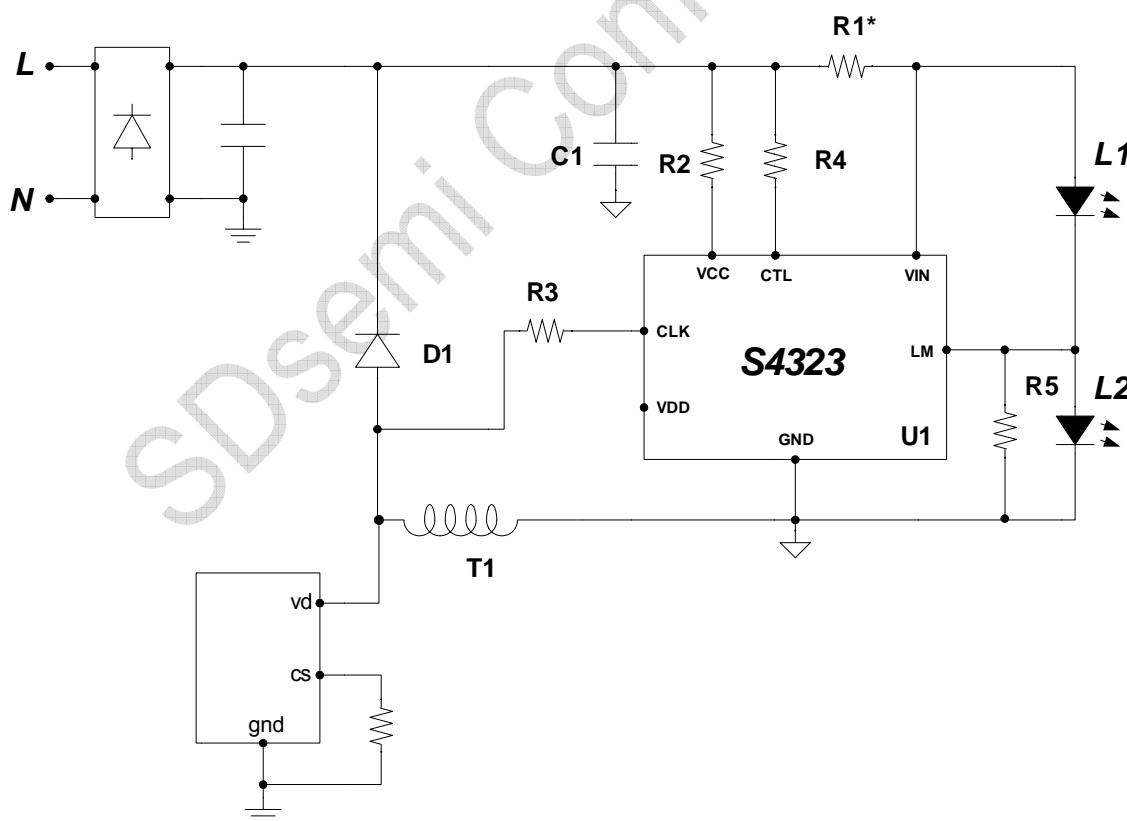

图1 S4323S/RS典型应用图
开关管 K1 的驱动电流为 100uA 左右，耐压为 400V，最大导通电流 0.3A。如图 1 所示，R4 为开关管 K1 的驱动电阻。
- 1) 应用中必须先接好 LED 灯板之后才能接入交流电。接好 LED 灯板之后再接入交流电的目的是为了避免输出电容瞬间放电造成 S4323S/RS 内置开关管的烧毁，特别在空载电压过高和输出电容较大的时候。为了避免瞬间电流过大造成内部开关管烧坏，建议添加如图 1 所示的电阻 R1\*。
- 3) 输出电容（即如图 1 所示的 C1）在允许的情况下尽量用小，建议使用 4.7uF 以下的